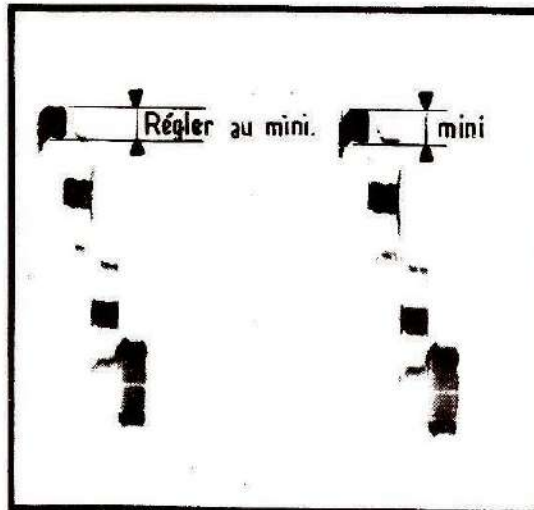

Fig. 5
- Régler S625 pour obtenir un minimum d'amplitude du filtre (fig. 5)